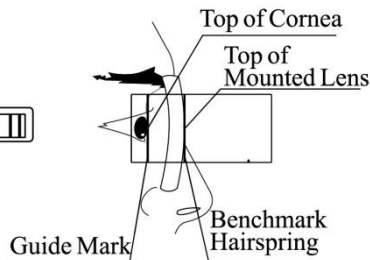

Abb. 9b
c. Nachdem das Targeting abgeschlossen ist. Der Optiker schiebt die Puppe nach links/rechts1 Messschlüssel, um die Benchmark-Feder mit der Oberseite der Linse zusammenzubringen (Abb.9b). Der Abstand von der Hornhautoberseite zur montierten Linse kann durch Abzug der Dicke der Linse von dem zu diesem Zeitpunkt digital angezeigten Wert ermittelt werden.